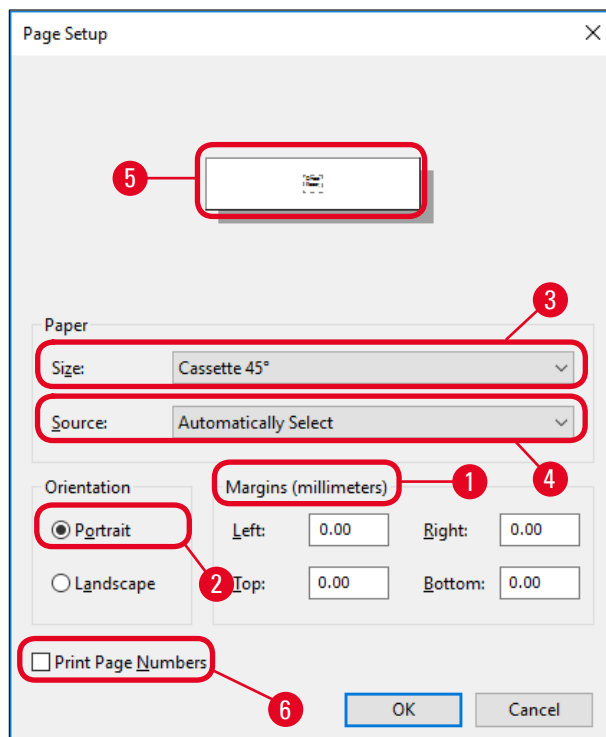

Fig. 45
3. Primeiro, as configurações de página devem ser selecionadas: Clique em **File** > **Page Setup** (Arquivo > Configuração de página) para a abrir a caixa de diálogo de configuração de página **Page Setup** (→ "Fig. 45").